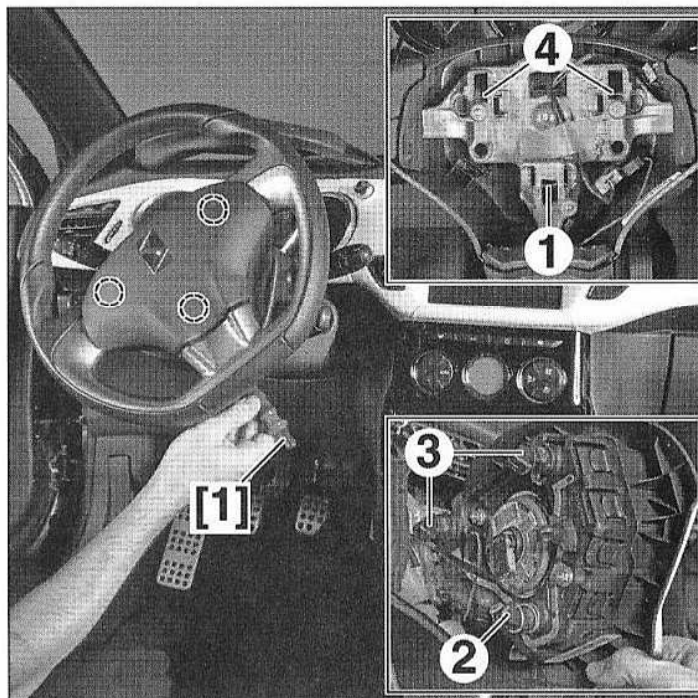

FIG.1
- Insérer l'outil [1] à travers l'ouverture située à l'arrière du volant de direction (Fig.1).
- Pousser l'agrafe (1) à l'aide de l'outil [1] pour libérer le crochet (2).
- Une fois le crochet (3) libéré de l'agrafe (4), soulever le côté concerné.